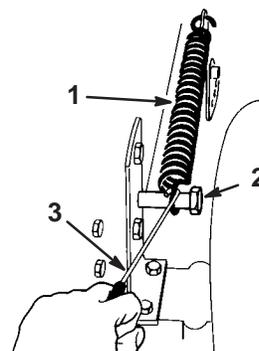

Figure 36
4. Débranchez le ressort compensateur de hauteur de coupe du boulon de fixation (Fig. 36), à l'aide du crochet fourni avec la machine. Ce ressort se trouve entre le châssis et la roue arrière droite.
13. Mettez le levier de hauteur de coupe (relevage du plateau) en position "D". Accrochez le ressort de compensation au boulon de fixation pour ne pas le perdre (Fig. 36).